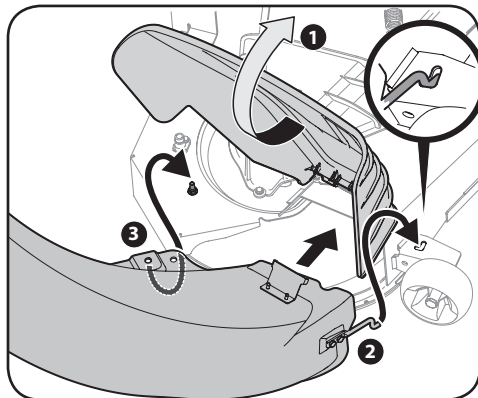

Figure 4-28
6. Fixez le coude de la goulotte de descente au plateau de coupe au moyen du bouton à ailettes (720-04122) inclus dans la trousse de quincaillerie 689-01419. Consultez la Figure 4-28.